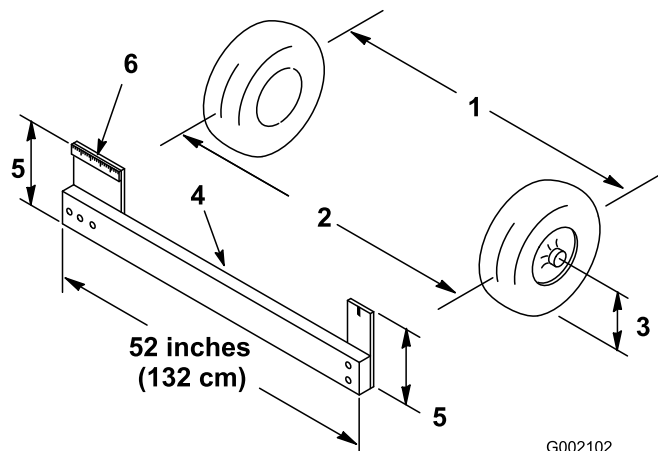

Figura 15
1. Misurate la distanza tra i pneumatici anteriori all'altezza dell'assale, davanti e dietro le ruote anteriori (Figura 15). Per rilevare la misura posteriore dei pneumatici anteriori all'altezza dell'assale occorre un attrezzo o un calibro di
allineamento; usate lo stesso attrezzo, o calibro di allineamento, per rilevare con precisione la misura anteriore dei pneumatici anteriori all'altezza dell'assale (Figura 15).